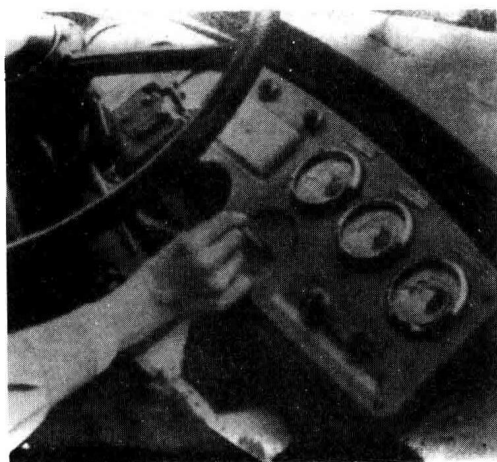

图 1-6 选择阀
行车制动用于装载机经常性的一般中速行驶的控制与停车。由于它是用脚操纵故亦称为脚制动。它采用点盘式制动器,气推油加力泵,通过脚踏板来操纵制动。前、后轮的制动器通用,并各自配有通用的加力泵,损坏任一管道的加力泵,不会影响另一回路制动性能。但制动系统中常装一个选择阀(图 1-6)(装在仪表盘上),当选择阀向右(下)拨动时,制动不切断动力,往左(或向上)时为切断动力。
8. 选择阀(图 1-6):